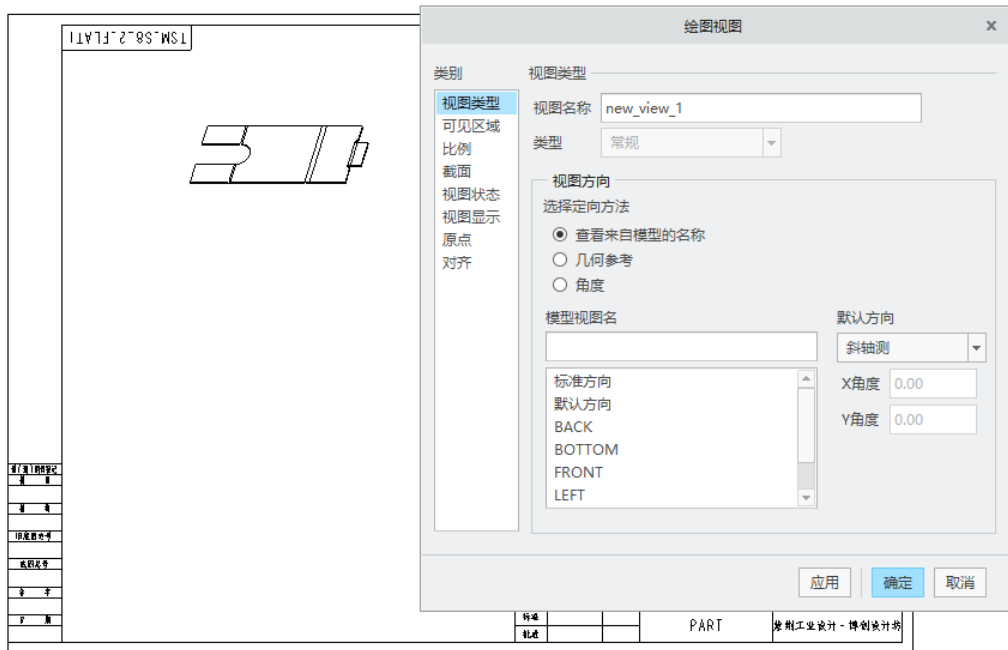

图 8-65 选择绘图视图的中心点
(1) 在功能区“布局”选项卡的“模型视图”组中单击 (普通视图) 按钮。
(2) 系统在状态栏中提示“选择绘图视图的中心点。”, 在图框内的合适位置处单击, 以指定放置一般视图的中心点, 此时系统弹出“绘图视图”对话框, 如图 8-65 所示。